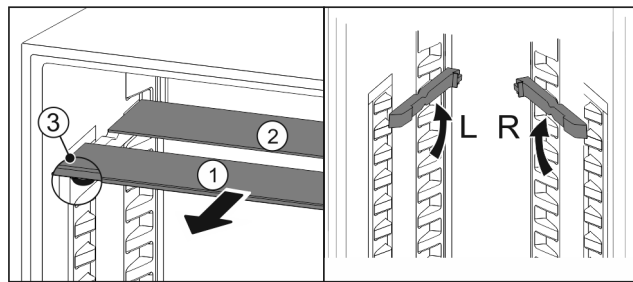

Fig. 91
- ▶ Steklene plošče posamično izvlecite Fig. 91 (1) naprej.
- ▷ Steklena plošča Fig. 91 (1) z okrasno letvijo je spredaj.
- ▷ Zaustavljalniki Fig. 91 (3) so obrnjeni navzdol.